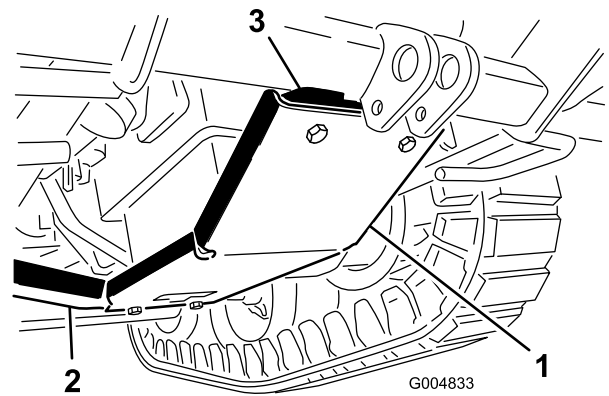

Figura 30
2. Instale a placa de reforço (Figura 30) na estrutura abaixo do motor da seguinte forma:
- A. Monte a parte dianteira da placa de reforço na placa de montagem com 2 parafusos de cabeça flangeada (3/8 x 1-3/4 pol.) e porcas flangeadas (3/8 pol.) (Figura 30).
- B. Monte a parte traseira da placa de reforço no elemento transversal da estrutura com 2 parafusos (3/8 x 1 pol.) e porcas flangeadas (3/8 pol.) (Figura 30). Instale os parafusos traseiros a partir de cima.